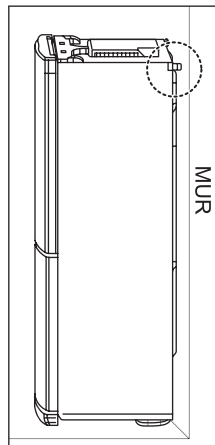

Figure 2. Installation du réfrigérateur contre le mur
- Le réfrigérateur n'est pas un appareil encastré. Laissez un espace d'au moins 5 cm au-dessus, sur les côtés et à l'arrière pour permettre la circulation de l'air et réduire la consommation d'énergie (voir la figure 2).